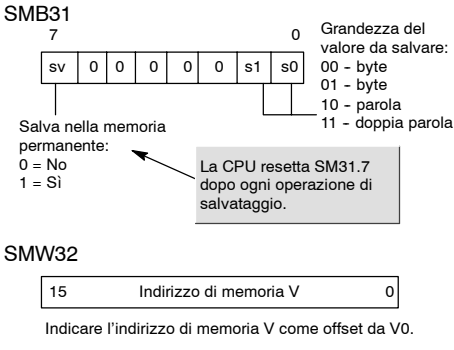

Figura 4-16 SMB31 e SMW32
Il byte di merker speciale 31 (SMB31) comanda all'S7-200 di copiare un valore dalla memoria V nell'area di memoria V della memoria permanente. La parola di merker speciale 32 (SMW32) memorizza l'indirizzo del valore da copiare. La figura 4-16 illustra il formato di SMB31 e SMW32.
- 2. Caricare la grandezza dei dati in SM31.0 e SM31.1, come indicato nella figura 4-16.